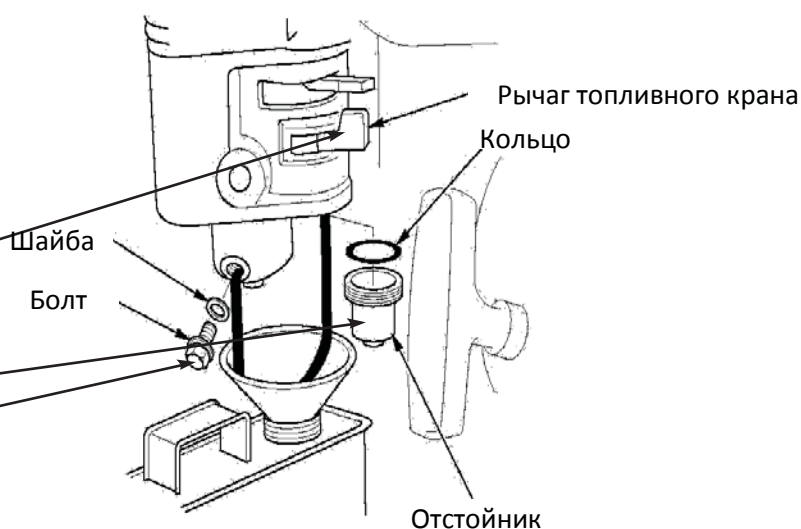

рис.11
Очистка фильтра-отстойника карбюратора (рис.11)
1. Установите топливный рычаг в положение Off (закрыто)рис.11